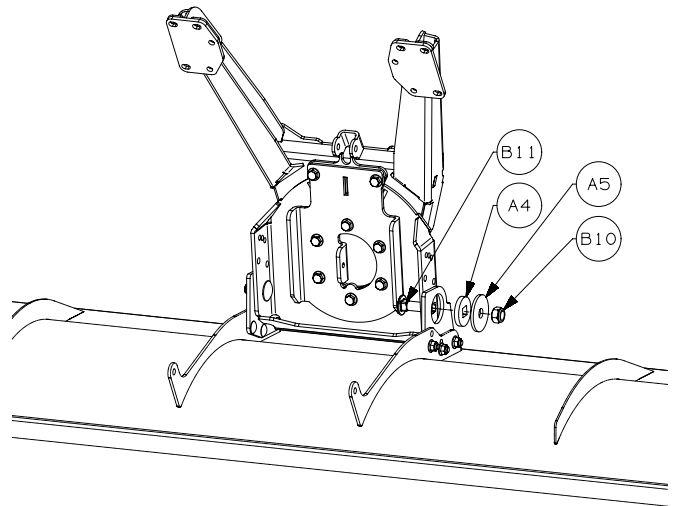

Figure 2
4. Fixer la lame au tube poussoir à l'aide de fixations (B10, B11), d'une bague (A4) et d'une bague de retenue (A5). Serrer aux couples de serrage indiqués. Voir la Figure 2.